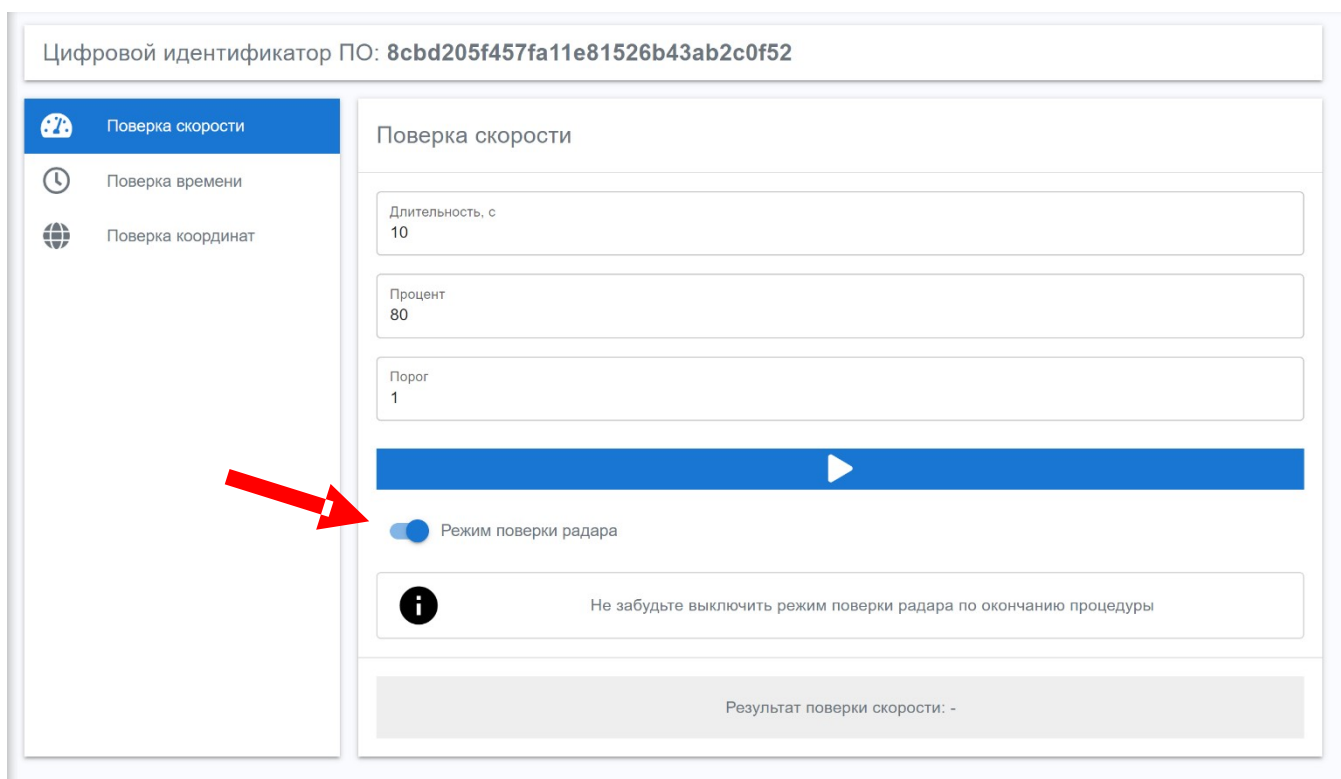

Рисунок 11 – Вкладка интерфейса «Поверка скорости»
6.7.5.2. Для определения радарной скорости (в соответствии с п. 3.8.5 РУБС.411739.006 ИСТК) необходимо перевести радар в режим поверки (см. рисунок 11) и запустить поверку радарной скорости.